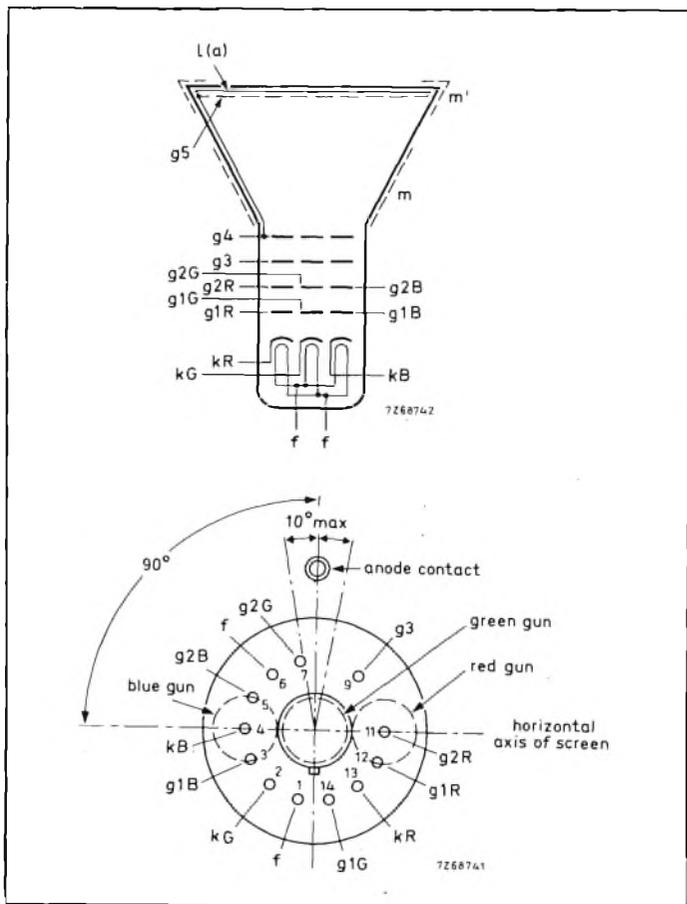

Fig. 14 - Schema elettrico del sistema elettrodo di un cinescopio per 20AX.
I tre cannoni elettronici hanno ciascuno i propri elettrodi separati; difatti, i collegamenti del catodo (K), della griglia di controllo (G1) e della griglia schermo (G2) si trovano separati l'uno dall'altro sullo zoccolo del cinescopio (fig. 14). Ciò permette di poter usare l'uno o l'altro